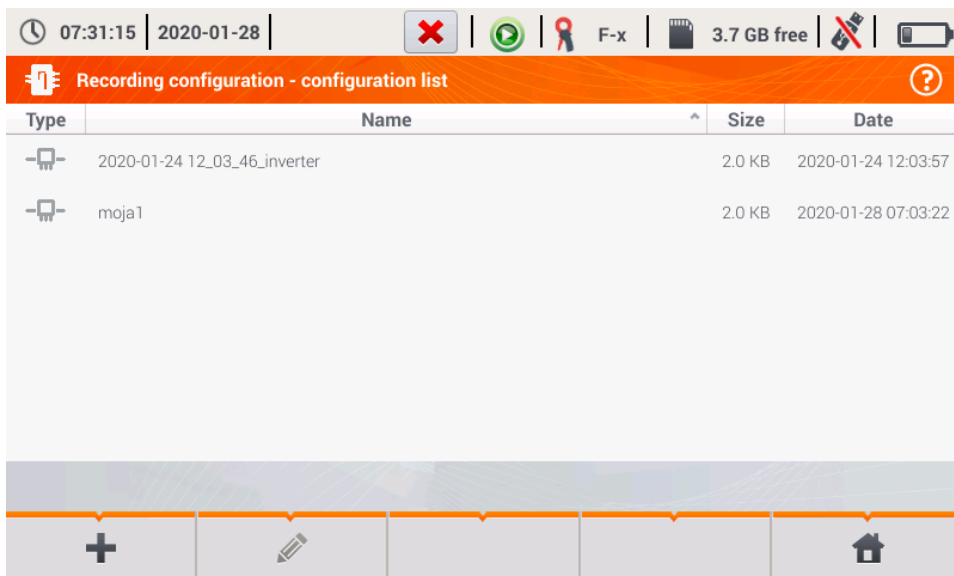

Abb. 4.11. Menü der gespeicherten Konfigurationen
-  Wechsel zur Liste der gespeicherten Konfigurationen für den Wirkungsgrad des Wechselrichters und Erstellung einer neuen Konfiguration. Die Konfigurationen werden ähnlich wie Messkonfigurationen dargestellt, ihnen ist das Icon  zugeordnet. Ein Doppelklick auf die ausgewählte Konfiguration öffnet sie automatisch; es erfolgt der Wechsel zur Anzeige der Einstellwerte für den Wirkungsgrad des Wechselrichters (**Abb. 4.11**). Die Schaltfläche der Menüleiste  dient zur Hinzufügung neuer Konfigurationen für den Wirkungsgrad des Wechselrichters (es wird ein Fenster wie in **Abb. 4.12** dargestellt, mit Standardeinstellungen eingeblendet). Das Icon  dient zur Bearbeitung der ausgewählten Konfiguration.